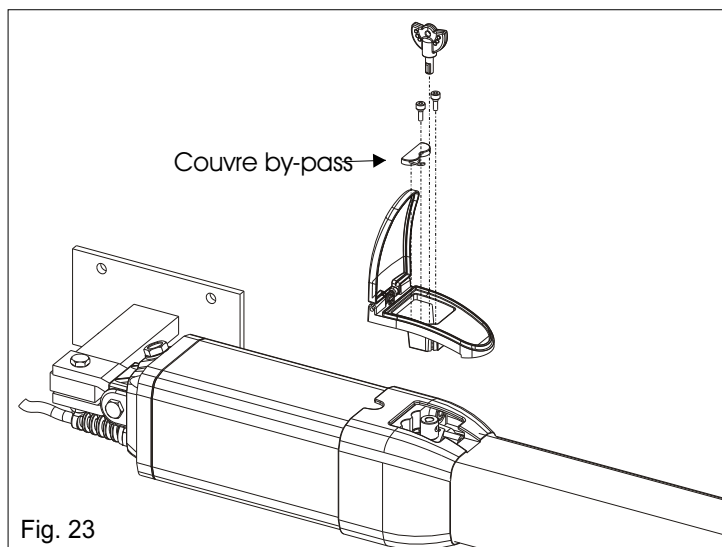

Fig. 23
- 1) Déverrouiller l'opérateur (comme dans Fig. 23 pag. 11)
- Déverrouiller (comme dans Fig. 23 page 10)
ATTENTION: Le montage du déverrouillage en plastique doit être effectué comme indiqué dans fig. 23 seul et uniquement après avoir terminés toutes les opérations d'installation, le montage du couvre tige et le tarage des valves by-pass.